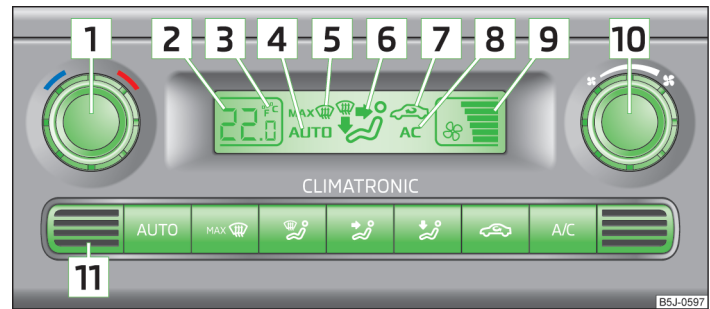

Abb. 80 Climatronic: Bedienelemente
Den Innenraumtemperatursensor  » Abb. 80 nicht überkleben oder überdecken, sonst könnte die Climatronic ungünstig beeinflusst werden.
- Die Taste **AUTO** » Abb. 80 auf Seite 86 drücken, im Display wird **AUTO** angezeigt.
- Den Drehregler **1** » Abb. 80 auf Seite 86 nach links bzw. rechts drehen, um die Temperatur zu senken bzw. zu erhöhen.
Im Display erscheint die Angabe in den gewünschten Temperatur-Maßeinheiten (Pos. **3** » Abb. 80 auf Seite 86).
- Die Symboltaste  » Abb. 80 auf Seite 86 drücken.
- Die Symboltaste  » Abb. 80 auf Seite 86 erneut drücken.
› Den Drehregler  » Abb. 80 auf Seite 86 nach links bzw. rechts drehen, um die Gebläsedrehzahl zu senken bzw. zu erhöhen.
Die eingestellte Gebläsedrehzahl wird durch die Anzeige der jeweiligen Anzahl von Segmenten im Symbol  » Abb. 80 auf Seite 86 im Display dargestellt.
› Die Symboltaste  » Abb. 80 auf Seite 86 drücken.
› Die Symboltaste  » Abb. 80 auf Seite 86 erneut drücken oder die Symboltaste **AUTO** drücken.